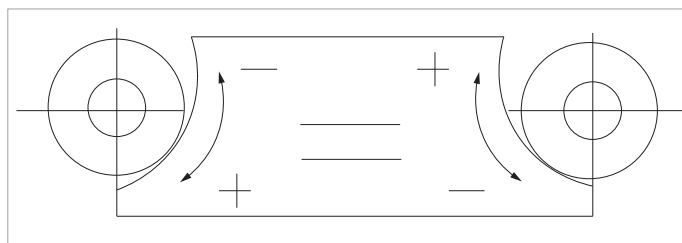

Fig. 4.4 Réglage de l'interrupteur de fin de course
- Utilisez la perche de réglage de fin de course pour régler la position de fin de course en fonction de la direction du moteur. "+" signifie augmenter l'espace mobile du flexible, "-" signifie réduire l'espace mobile du flexible. Reportez-vous à la figure 4.4 ci-dessous.